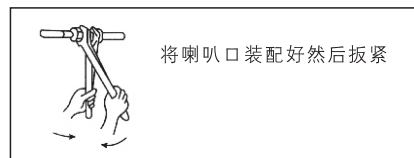

图19
- (3) 用两把扳手按图19那样双手用力且参照表(5)的扭矩牢固地扳紧。